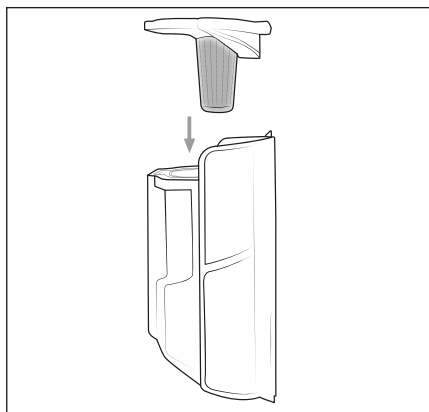

Fig. 19
- 6) Inserte el filtro de acero inoxidable **6** en el depósito de polvo **7** y presiónelo hacia abajo hasta que quede fijado en el depósito de polvo **7** (consulte la fig. 19).